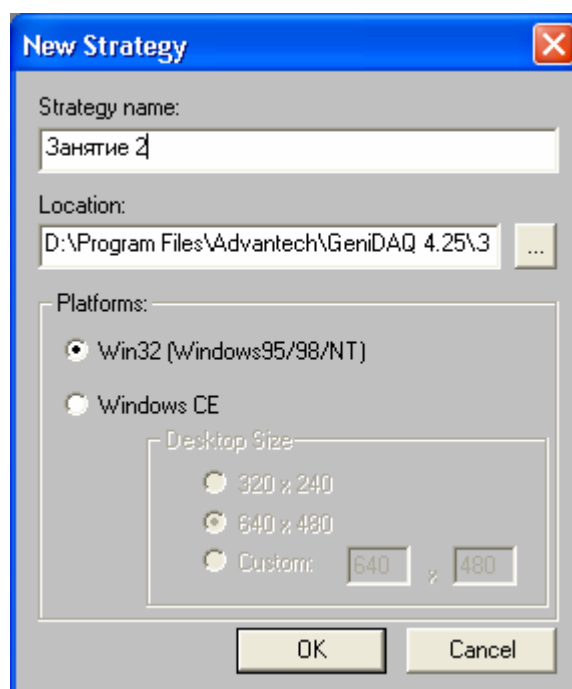

Рис. 4.18. Конфигурирование параметров создаваемого приложения
1. Выполните *первое действие* из занятия 1. Создаваемое приложение настройте в соответствии с рис. 4.18.